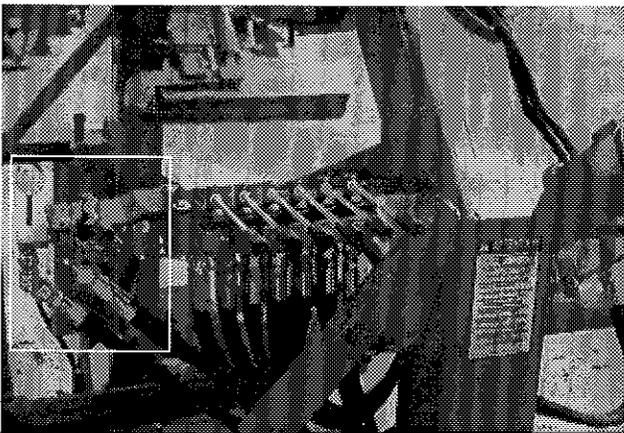

Figure 38
- 3) Un mécanisme de contrôle de direction hydraulique est disponible en option. Dans ce cas, une valve de contrôle (fig. 38) et un cylindre additionnel (2.5" x 8" de course) sont requis (fig. 39).